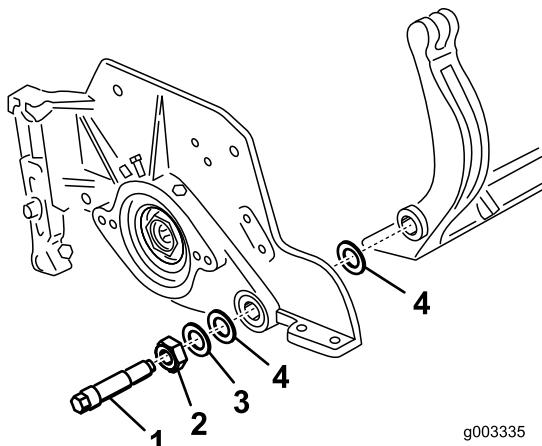

Figura 31
prensado de cada uma das extremidades da barra de apoio (Figura 31).
- Fixe a barra de apoio a cada um dos lados da placa lateral com as cavilhas (porcas flangeadas nas cavilhas) e com as 6 arruelas. Deve colocar uma anilha de nylon em cada um dos lados da placa lateral. Coloque uma arruela de aço no exterior de cada uma das arruelas de nylon (Figura 31). Aperte os parafusos com 27-36 Nm.
- Aperte as porcas de bloqueio, de forma igual em cada lado, até que não consiga rodar as anilhas de aço à mão. Em seguida, desaperte as porcas de bloqueio até que as arruelas de aço exteriores possam ser rodadas à mão, e a folga da barra de suporte seja removida (Figura 31).
aço exterior pare de rodar e a folga seja removida, mas não aperte em demasiao nem desvie as placas laterais. As arruelas podem ter uma folga interna (Figura 31).